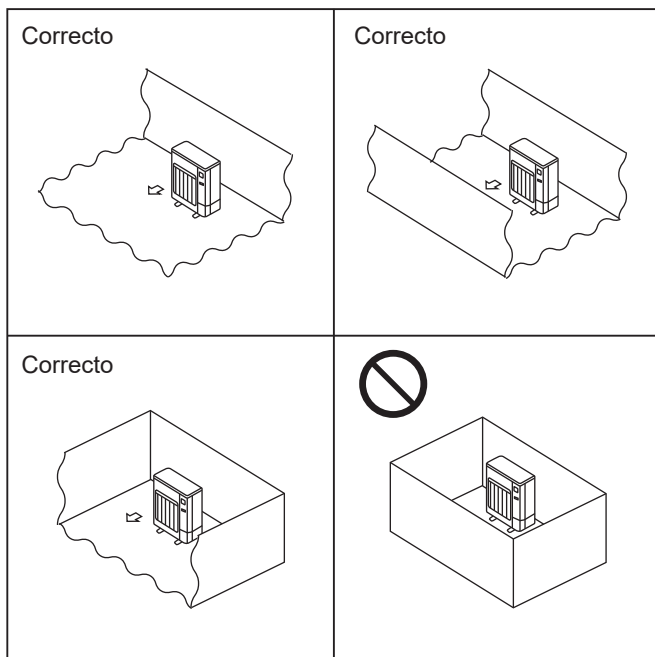

Fig. 2-1
- Instale las unidades exteriores en un lugar donde al menos uno de los cuatro lados esté abierto, y en un espacio lo suficientemente grande y no elevado. (Fig. 2-1)